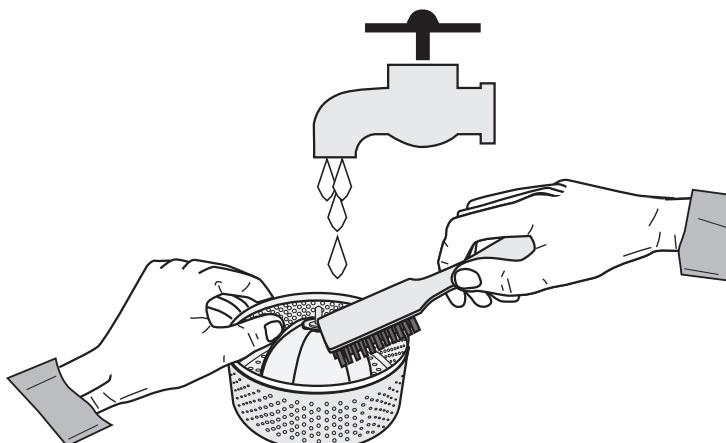

Fig. 5
- Para el modelo de palanca, para obtener un rendimiento superior de zumo controlar siempre que el filtro haya sido limpiado cuidadosamente utilizando un cepillo de nylon. Utilizando este cepillo, mantener el filtro bajo el grifo y cepillar la parte interna del tamiz (véase Fig. 5).